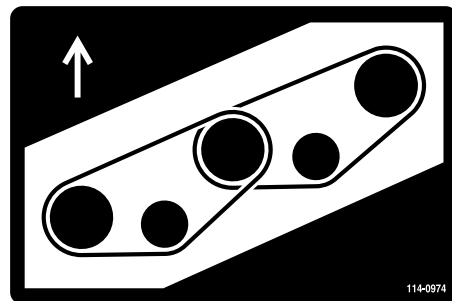
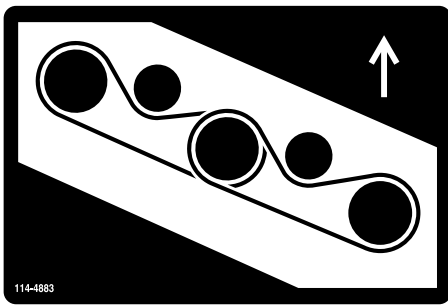

Bild 130
Bild 131
7. Verlegen Sie den neuen Riemen um die Spindelscheiben und die Spannscheiben (**Bild 130** und **Bild 131**).